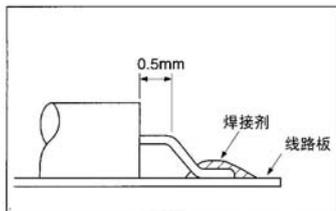
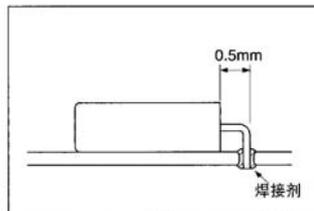

图5
图6
- (1) 将导脚弯曲之后并进行焊接时, 导脚上要留下离外壳0.5mm的直线部位。如果不留出导脚的直线部位而将导脚弯曲, 有可能导致玻璃的破碎 (参阅图5 和图6)。